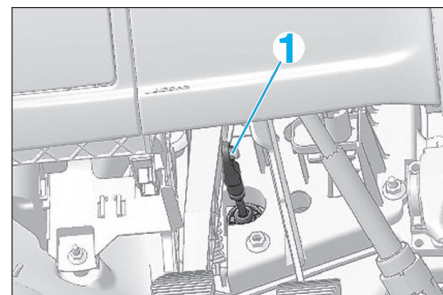

Fig. 10
- Dégrafer la tige du cylindre émetteur d'embrayage (1) (Fig.10).